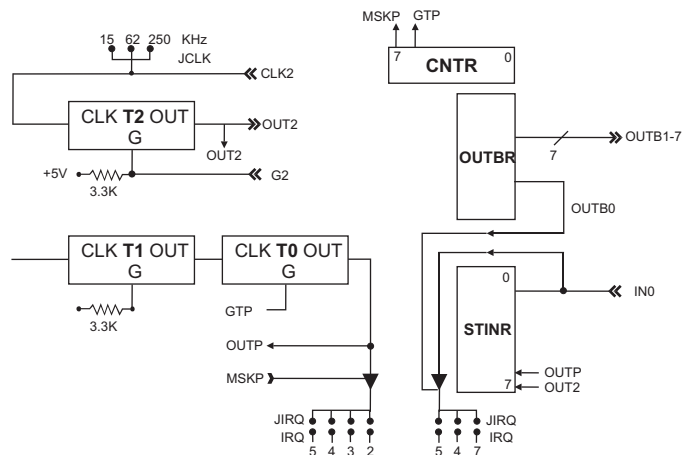

Fig. 2.3. Diagrama CONT2, PACER e interrupciones
OUTBR es un port de salida de 8bits. La programación de los estados de salida se realizará en forma individual, bit a bit. Siete de ellos se hallan disponibles en el conector IOC (DB37): OUTB1 a OUTB7. El bit cero, OUTB0, sirve a efectos de enmascarar la entrada de interrupción In0 (ver fig. 2.3). Las salidas OUTBR son forzadas a cero tras el encendido ó un Reset del computador (ALT - CTRL - Del no fuerza un reset). El control de los bits se realiza enviando a la dirección de OUTBR un byte con las características siguientes: los tres bits de menor peso (b2, b1, b0) señalan uno de los 8bits de salida, en tanto el valor del bit 3 será colocado en la salida señalada. Al definir un determinado bit de salida, los restantes mantienen su valor. Los bits 7 a 4 no desempeñan función alguna.
- **CONT2.** El timer 2 se halla disponible para funciones generales. El usuario puede acceder a sus terminales vía el conector DB37 (G2, CLK2, OUT2). La señal de reloj puede ser interna ó externa. En el primer caso se optará por tres frecuencias seleccionables en JCK: 15.625KHz, 62.5KHz ó 250KHz. En el caso de emplearse una base de tiempo externa se dejará libre de puentes JCK. La entrada de disparo, G2, se halla internamente conectada a +5V a través de una resistencia de 3.3K. Es posible sensar el estado de la salida OUT2 sobre el bit 7 de STINR (ver fig. 2.3).